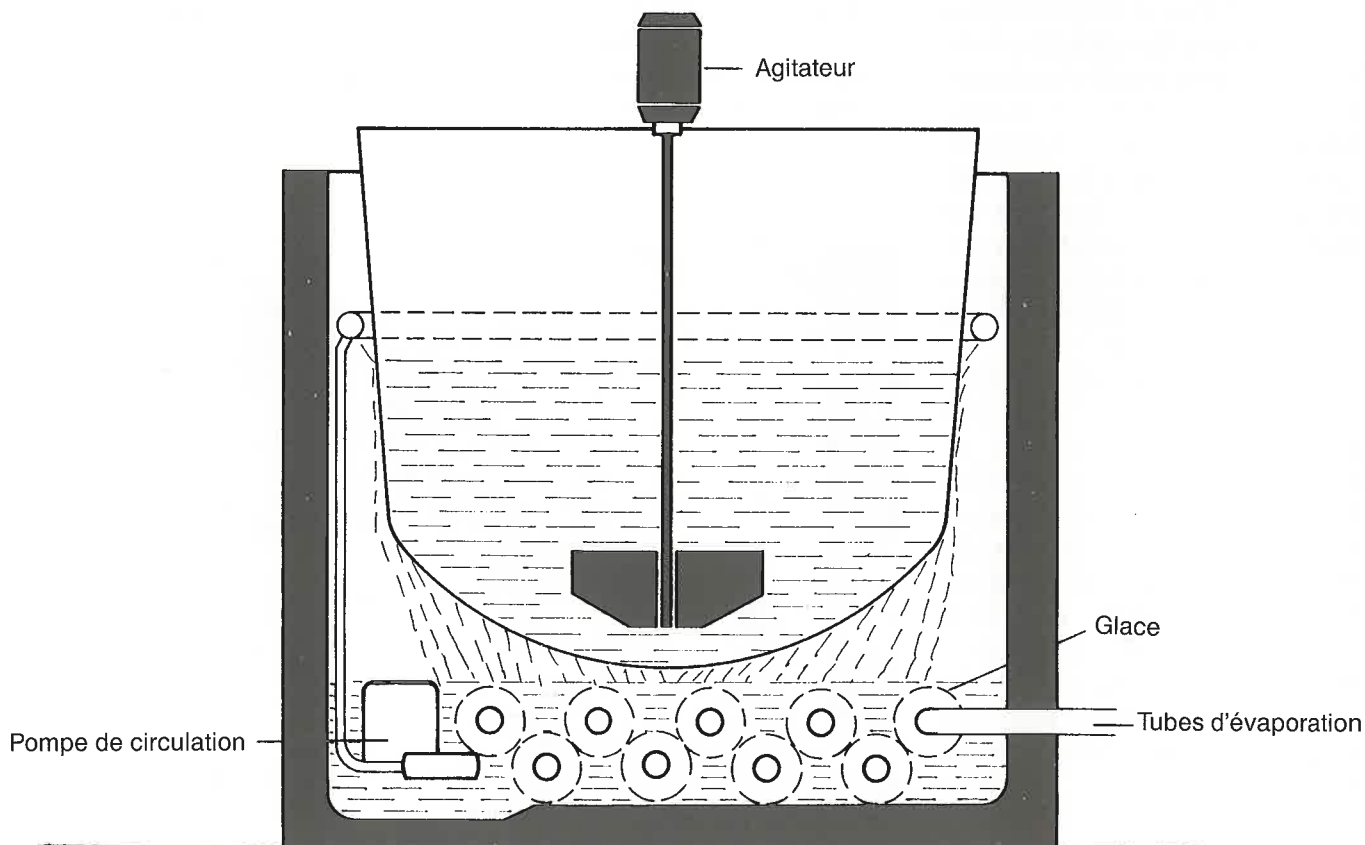

Fig. 3: Schéma de la cuve à réfrigération indirecte.
- **réfrigération indirecte**: en général, le froid est produit par une réserve de glace et transmis par de l'eau glacée (voir fig. 3);